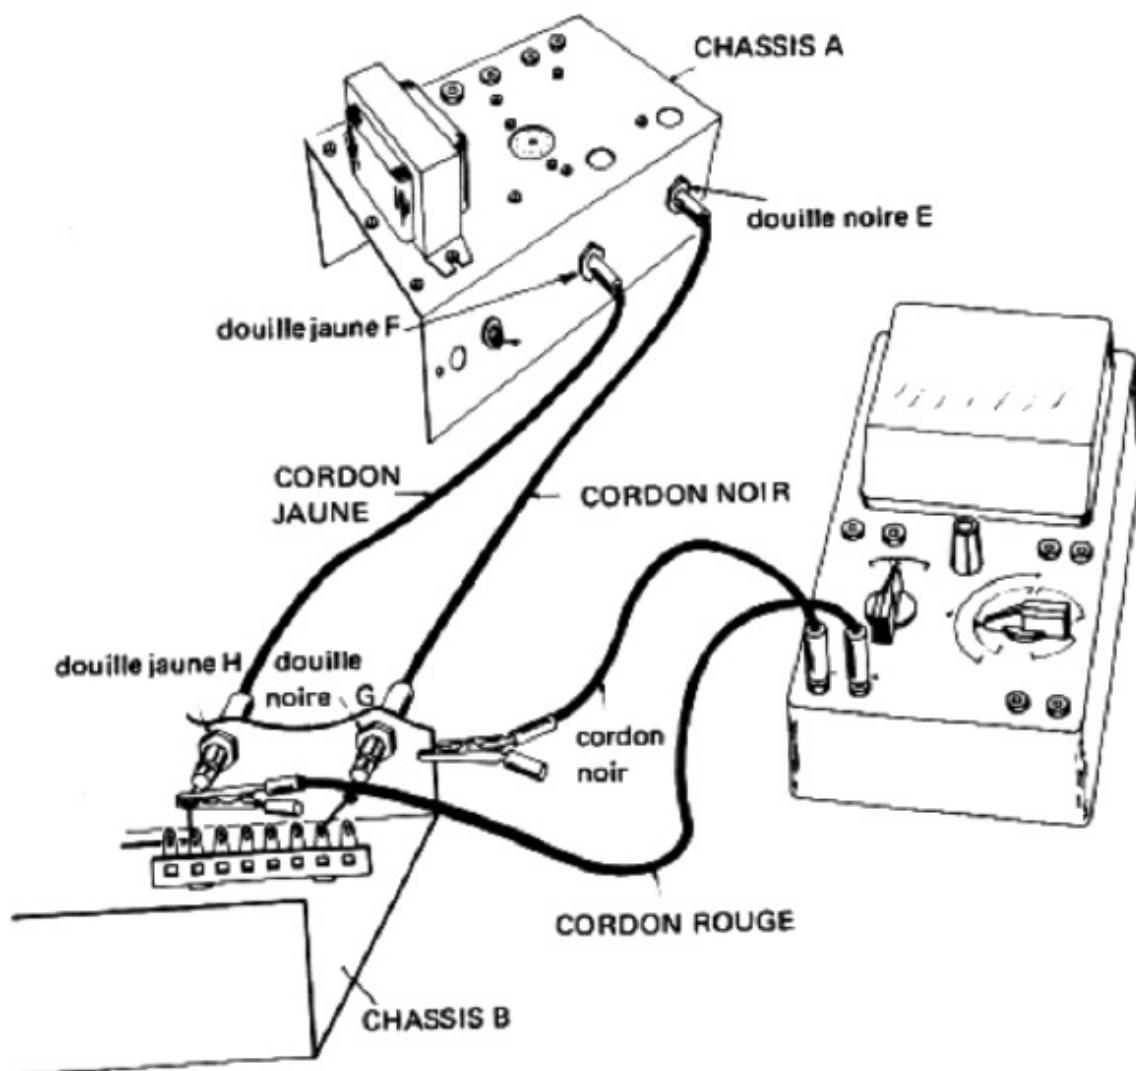

Figure 11
**PLACEZ sur votre table, le contrôleur universel, l'alimentation BT (châssis A), et le gradateur de lumière (châssis B), en les disposant comme indiqué sur la figure 11.**
**CONTROLEZ** très soigneusement l'exactitude de ces liaisons, en vous reportant à la figure 11.